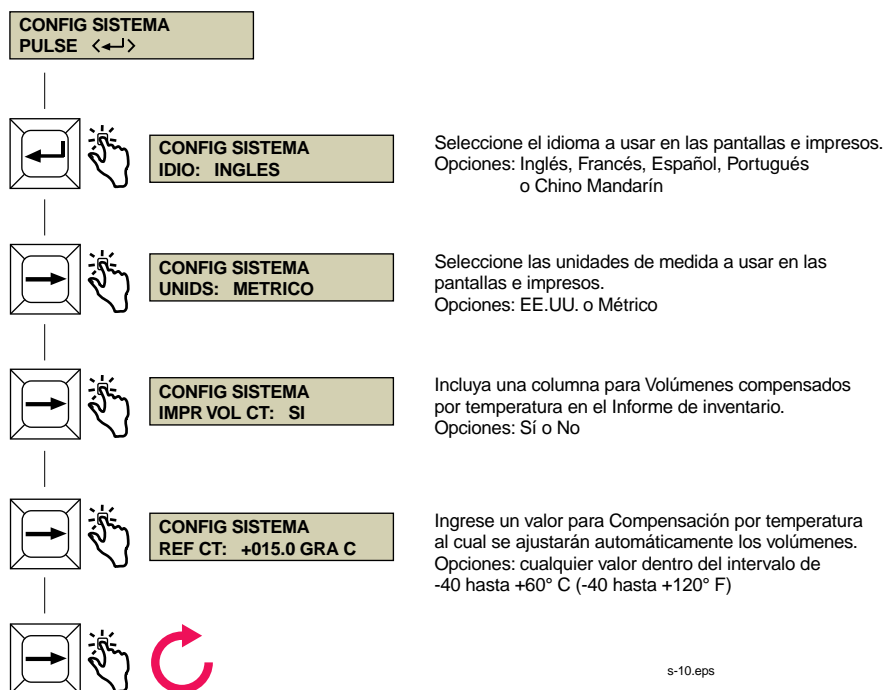

Figura 6. Menú Configuración del sistema
Desde la pantalla de Configuración del sistema, recorra las opciones de configuración del sistema. Haga los cambios requeridos siguiendo las opciones mostradas en la Figura 6.
1. Si se fija a No el parámetro de configuración del sistema IMPR VOL CT (Imprimir volúmenes compensados por temperatura) (Figura 6, página 10), no se imprimirán las columnas VOL CT y TEMP.